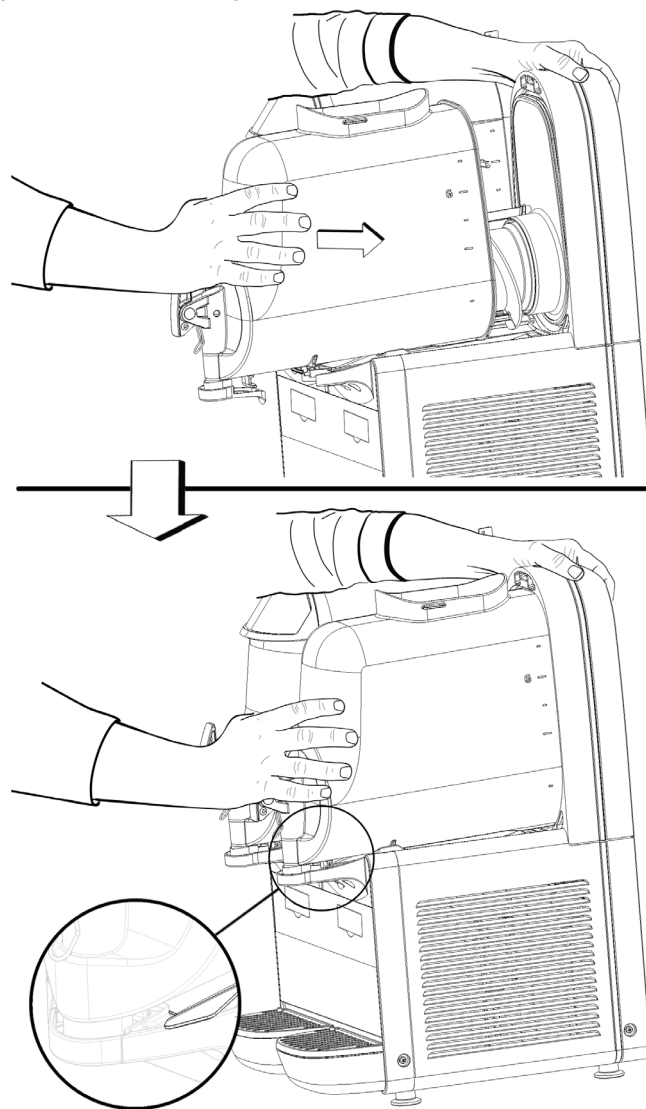

figura 23
**6** Rimontare il contenitore spingendolo verso la parete posteriore, accertandosi che calzi correttamente sulla guarnizione. La leva di bloccaggio si abbasserà fino ad appoggiarsi al piano gocciolatoio (vedere figura 23).